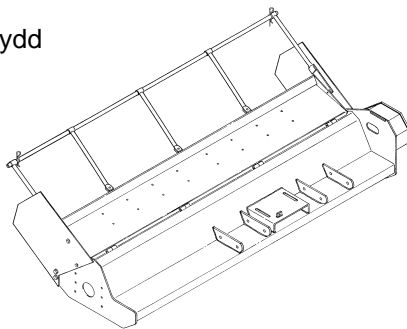

Bild 2-3 Klippare serie **KA**
- Klippare **KA** (Bild 2-3), idealisk för gräs, trä av mellandimension, majs, solros. Beroende på behoven kan klipparen **KA** arbeta både med stängd och öppen huv. Med öppen huv sprids materialet bättre.
Om klipparen **KA** används med huven öppen, måste säkerhetsskydden vara monterade (Bild 2-3).